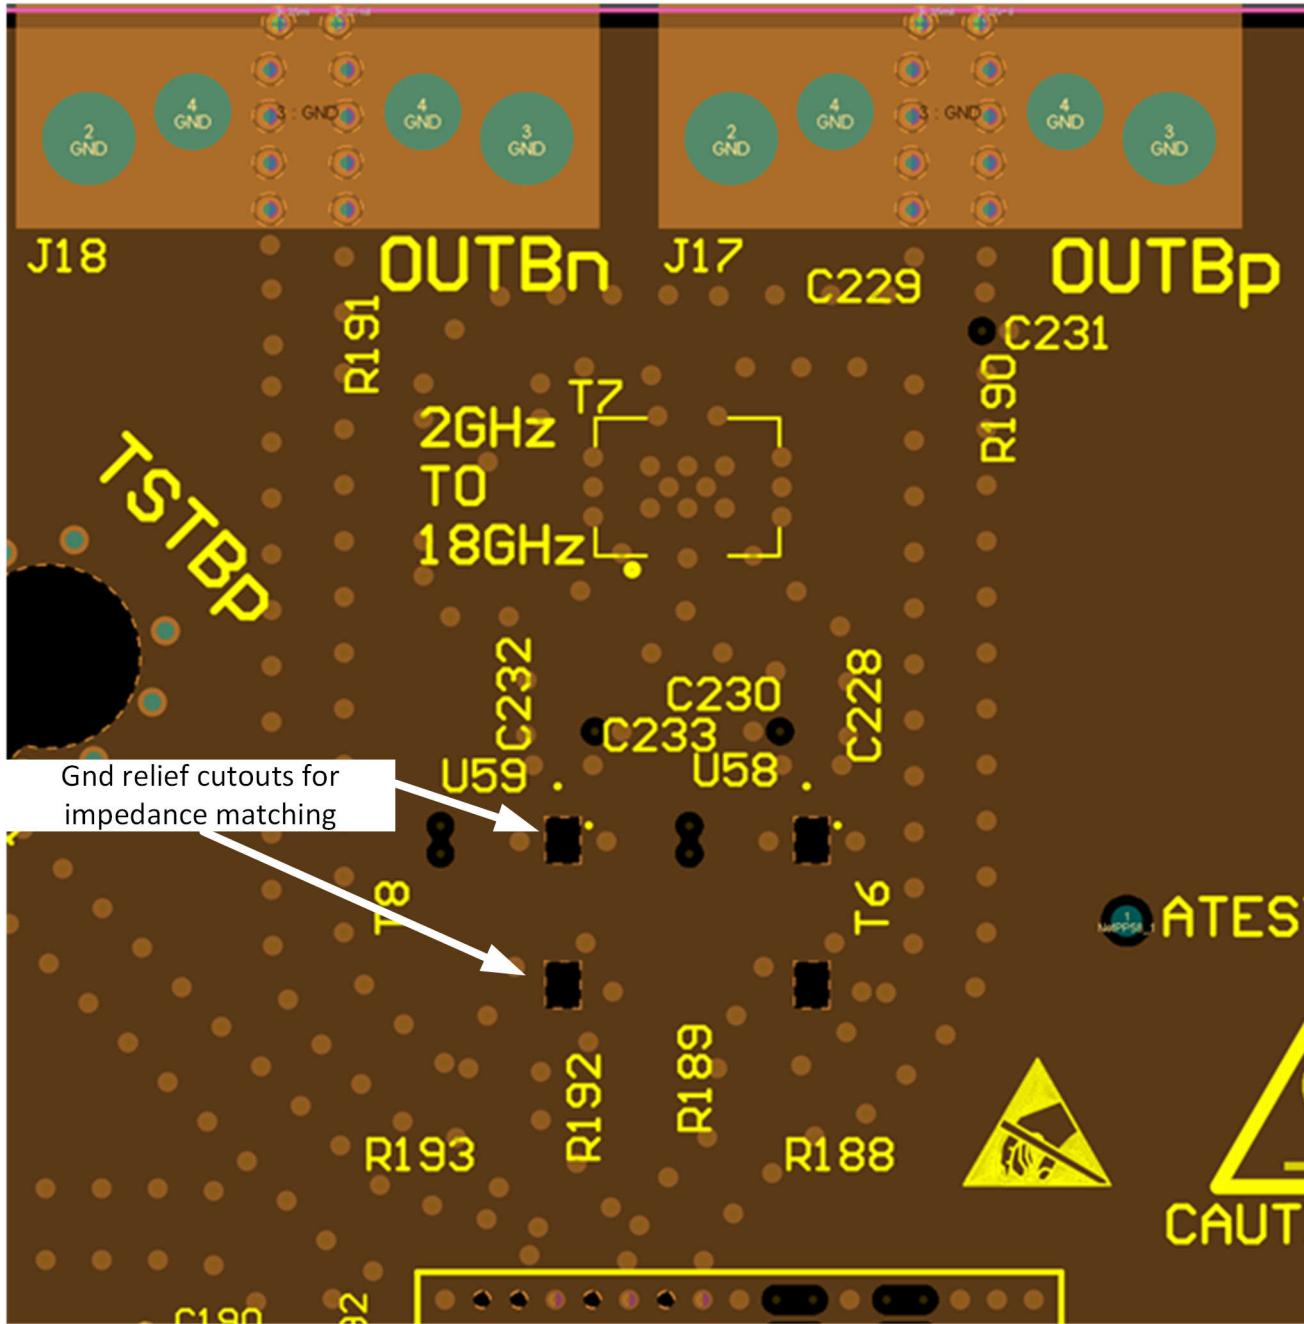

図 9-11. バランピンの下のグランドの切り欠き
5. コンポーネントのランディングパッド、すなわち SMA コネクタ、バランなどで必要とされるグランドプレーンの切り欠きをすべて組み込むと、これらの場所でのインピーダンスの不連続性を回避することができます。1 つまたは複数のグランドプレーンのランディングパッドの下の切り欠きにより、必要とされる 50Ω のシングルエンドのインピーダンスを達成するパッドのサイズやスタックアップの高さが実現します。図 9-11 と例を参照してください。